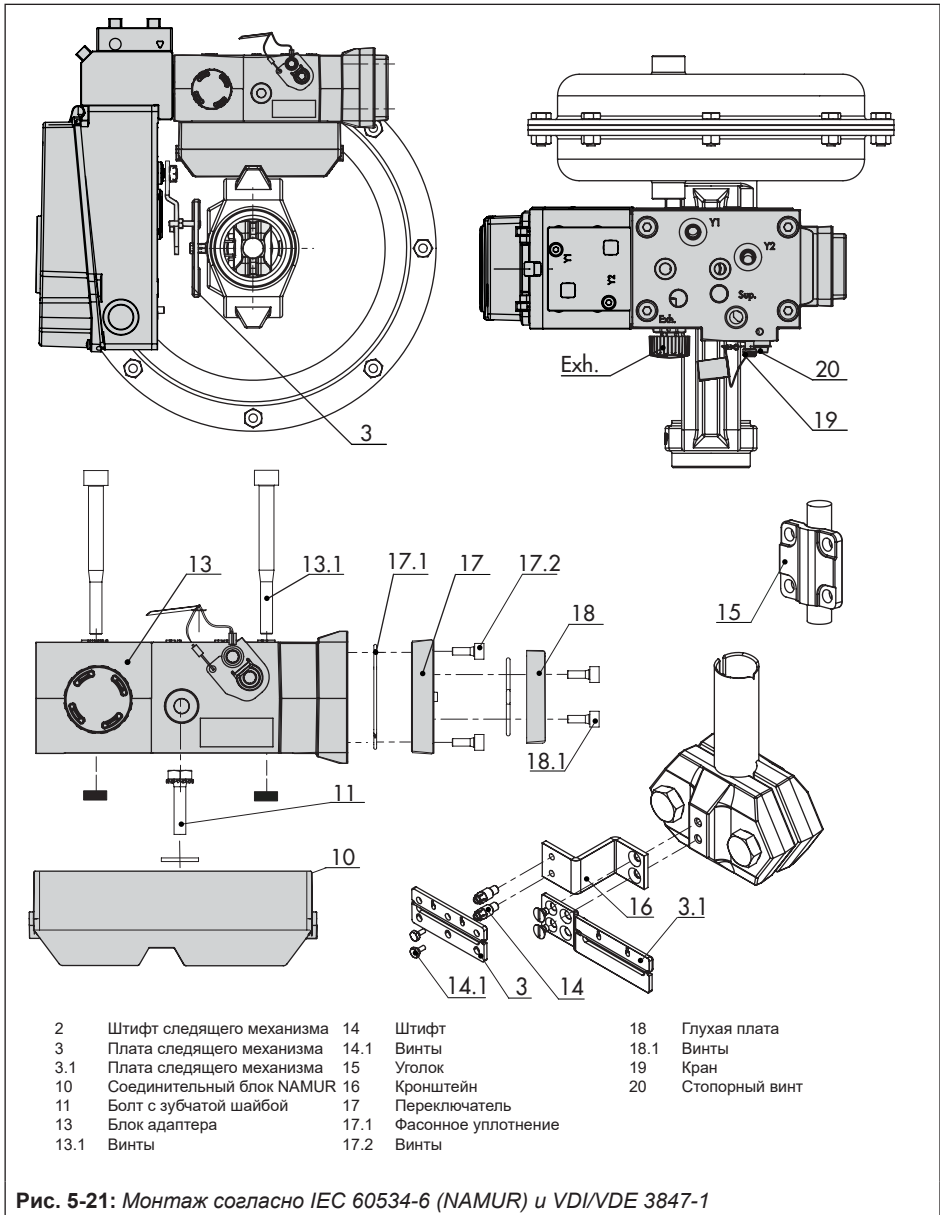

Рис. 5-21: Монтаж согласно IEC 60534-6 (NAMUR) и VDI/VDE 3847-1
- ➔ См. Рис. 5-21
1. Клапан серии 240, привод от 240 до 1400–60 см²: закрепите оба болта (14) в зависимости от исполнения на кронштейне соединительной муфты или напрямую на соединительной муфте, установите и закрепите болтами (14.1) плату следящего механизма (3).